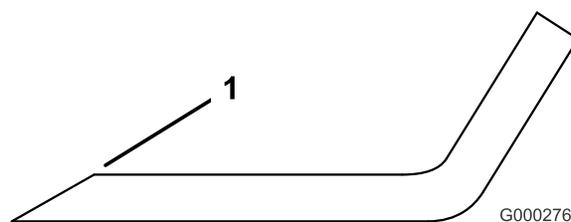

Figura 86
1. Utilice una lima para afilar el filo de corte en ambos extremos de la cuchilla (Figura 86). Mantenga el ángulo original. La cuchilla permanece equilibrada